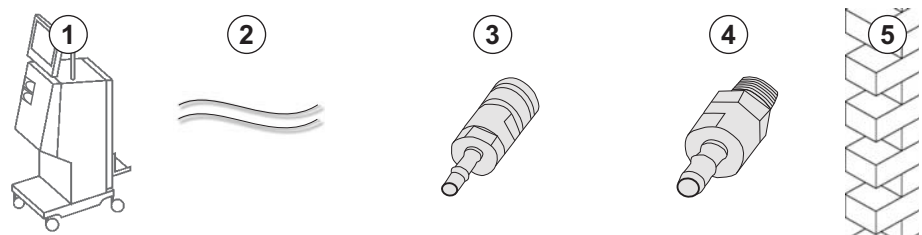

Fig. 4-7 Alimentazione centralizzata del concentrato con connettori Aquaboss
- Connettore femmina del concentrato (Fig. 4-7 , ③ , lato apparecchiatura), materiale: EPDM 1.4529
- Raccordo filettato maschio di chiusura del concentrato, AISI 316L ( ④ , lato parete), materiale: EPDM 1.4529
1. Collegare il connettore femmina del concentrato ③ al tubo dell'alimentazione centralizzata del concentrato ② che proviene direttamente dall'apparecchiatura.
2. Collegare il connettore femmina del concentrato ③ al raccordo filettato maschio di chiusura ④ fissato alla parete.